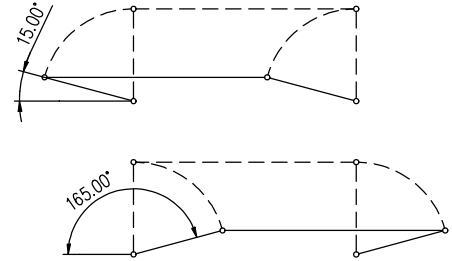

Рис. 2
Механическое присоединение рычажное (рис. 2)
- При сборке рычажного механизма следите затем чтобы угол между рычагом и тягой не был меньше 15° и больше 165° . (Рис.2).